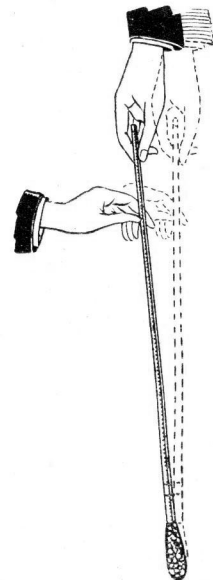

Fig. 3
La condition illustrée par la figure 3 est rétablie lorsque la résistance causée par la mise en marche de la voiture est vaincue et lorsque le levier pivote sur le poids (C). Dans ces conditions la commande du moteur est pratiquement une commande directe jusqu'à l'essieu arrière.